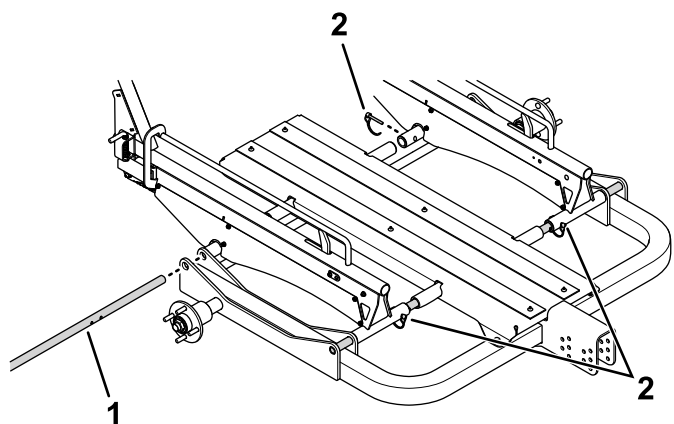

**Figura 18**
1. Poziionai suportul central pe cadrul principal în modul prezentat în Figura 18.